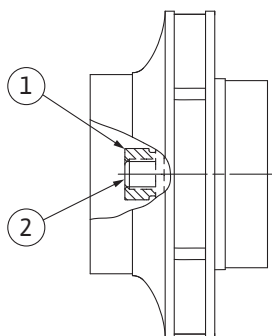

Fig. 111: A járókerékanya megfelelő helyzete a telepítés után
8. Tartsa erősen a tengelyt egy csavarkulccsal (kulcsszélesség: 22 mm) és a járókerék anyját az előírt meghúzási nyomatékkal húzza meg (lásd „Meghúzási nyomatékok” [▶ 36] táblázatot). Az anyának (Fig. 111, 1. poz.) kb. $\pm 0,5$ mm-re illeszkednie kell a tengelyvéghez (Fig. 111, 2. poz.). Ellenkező esetben lazítsa ki az anyát, és ismételje meg a 4 – 8. lépéseket.